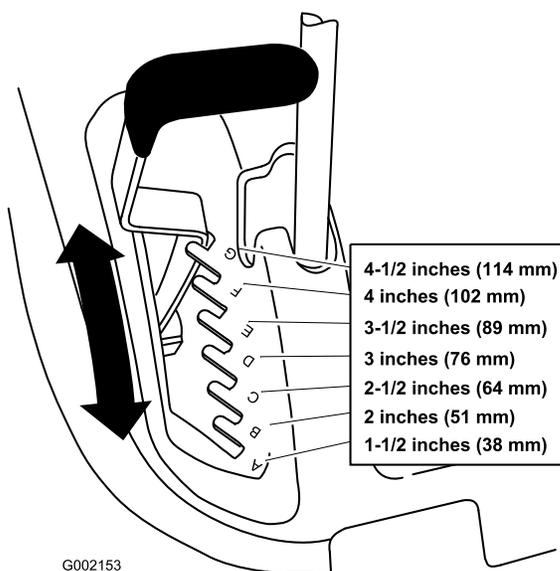

Figura 14
- Alzate la leva dell'altezza di taglio in posizione di trasporto (anche la posizione di 114 mm dell'altezza di taglio) (Figura 14).
- Per regolare, alzate la leva di regolazione dell'altezza di taglio e spostatela nella posizione desiderata (Figura 14).